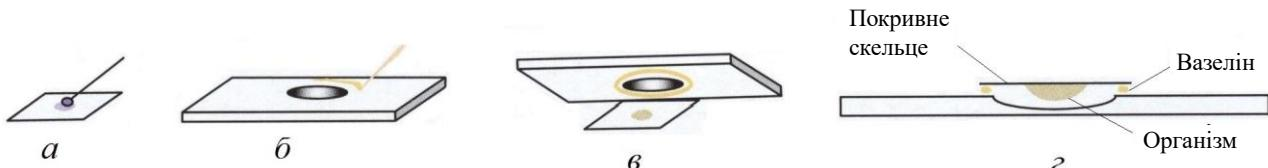

Рис. 1.5. Схема виготовлення препарату «висяча крапля»
1. На середину покривного скла нанесіть маленьку, з чіткими краями краплю суспензії мікроорганізмів (рис. 1.5, а).
2. Краї предметного скла з лункою попередньо змастіть вазеліном (рис. 1.5, б).
3. Краплю матеріалу покрійте предметним склом з лункою, краї якої змащені вазеліном (рис. 1.5, в).
4. Переверніть предметне скло з прилиплим до нього покривним склом (рис. 1.5, г). Крапля виявляється висячою у герметично закритій вологій камері, з якої рідина випаровується дуже повільно, і тому препарат лишається придатним для спостереження довгий час.